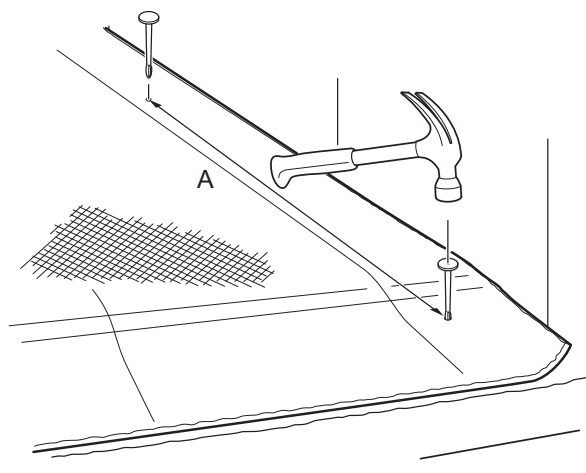

Fig. 7: Feste toppduken
2. Bor følgende hull i en avstand på 400 mm fra hverandre (A i Fig. 7).